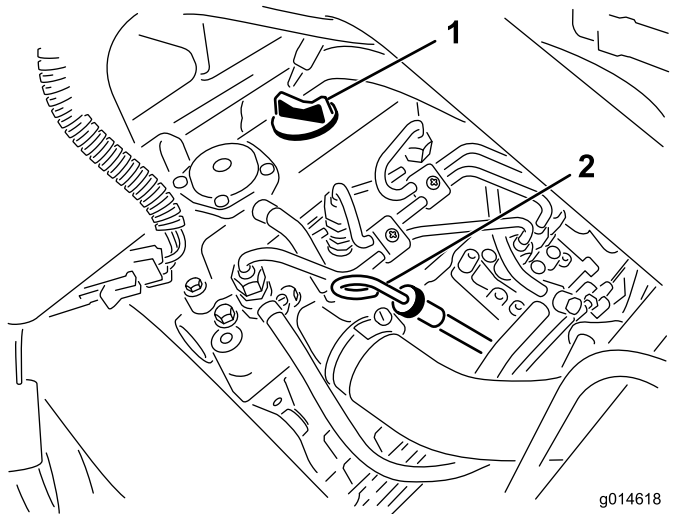

図 25
2. ディップスティックを抜きウェスで一度きれいに拭く(図 25)。ディップスティックを、首の根元までもう一度しっかりと差し込む。首から引き抜いて油量を点検する。油量が足りなければ、バルブカバーについている補給口のキャップを取り、ディップスティックの FULL マークまで **ゆっくりと** 補給する。補給するときはディップスティックで確認しながら少量ずつ入れる **入れすぎないこと。**